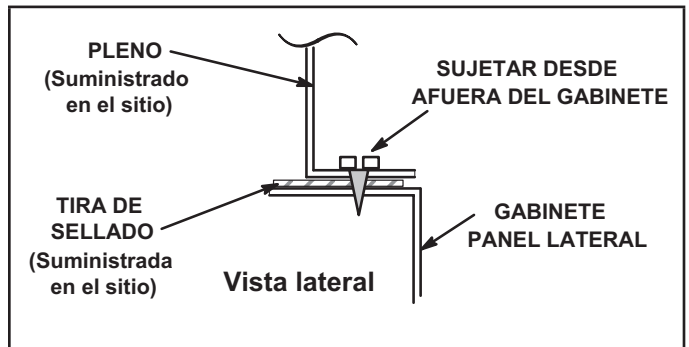
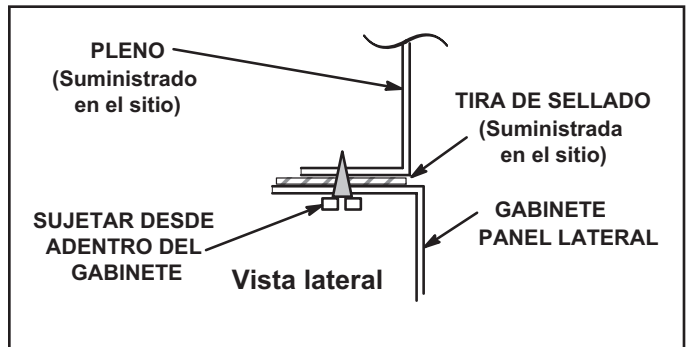

FIGURA 17
FIGURA 18
- 1 - El borde inferior del pleno debe bridarse con un borde dobladillo (ver la "FIGURA 17" o "FIGURA 18").